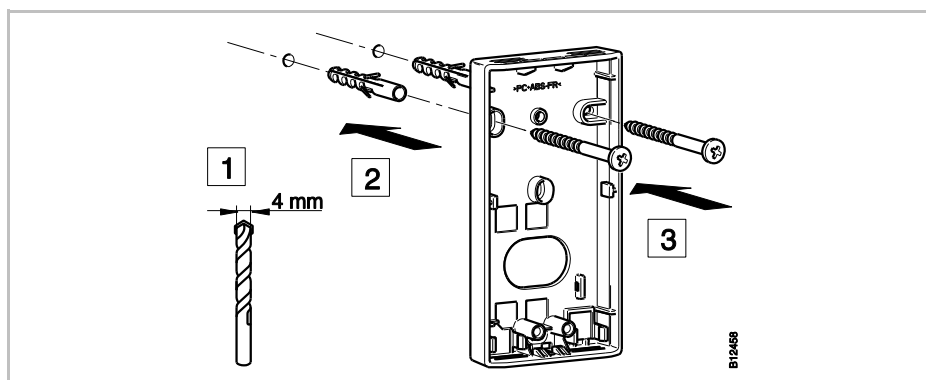

Fig. 13 : Montage de la partie inférieure du thermostat d'ambiance sans fil
- ▶ Montez la partie inférieure du thermostat d'ambiance sans fil. → Voir page 32, Fig. 13.